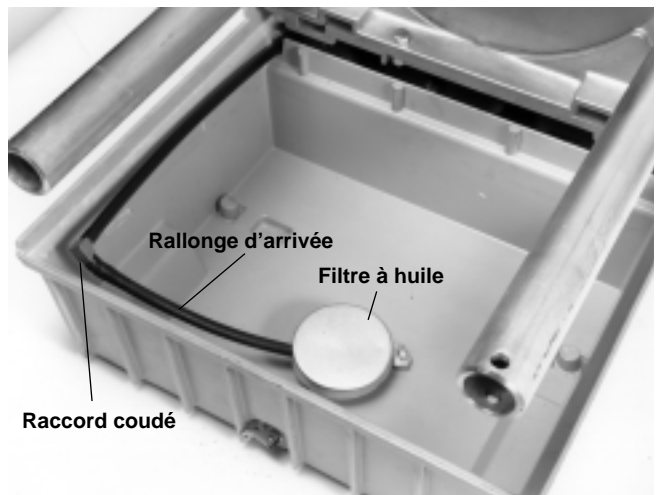

Figure 5A – Couvercle de carter d'huile n° 1460
2. Montez le raccord coudé et la rallonge d'arrivée d'huile sur l'arrivée existante (Figure 5A).